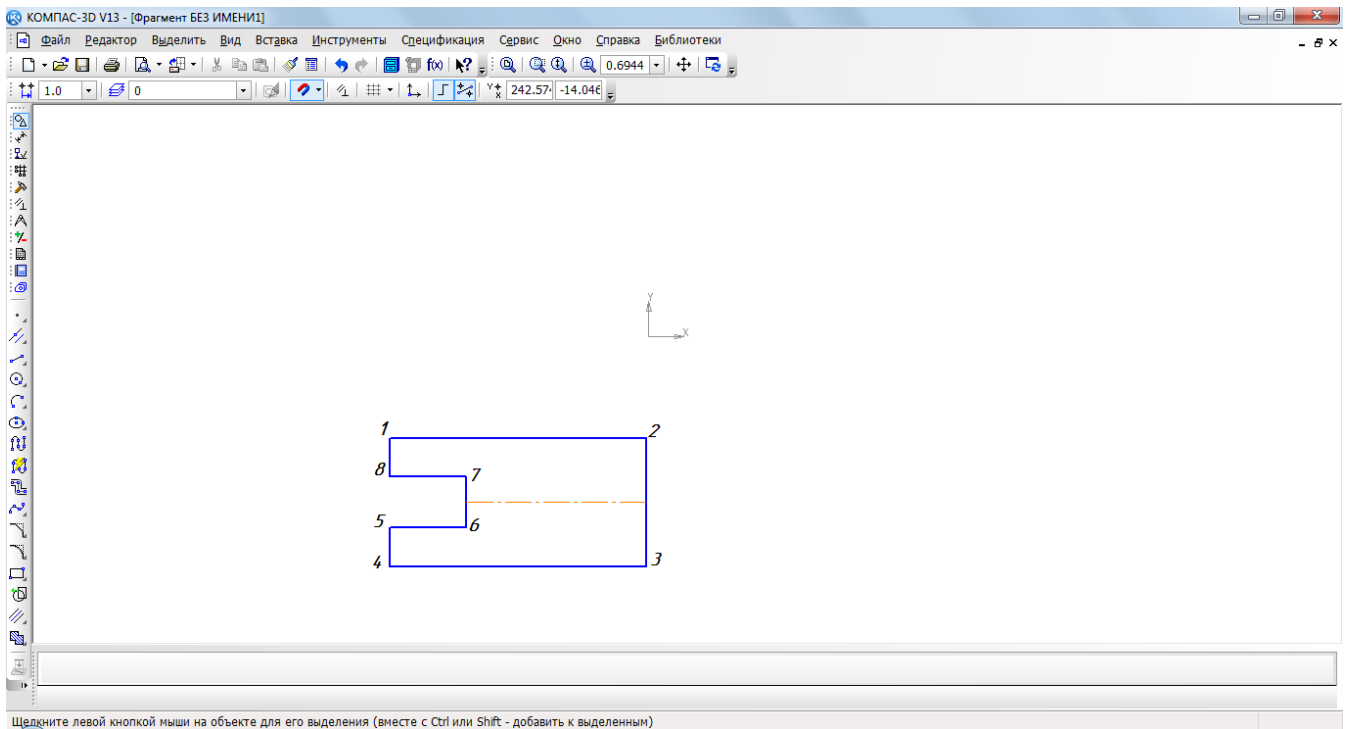

Рис. 3. Расположение вида сверху в окне документа
- с помощью – **Непрерывного ввода объекта** и – **Ортогонального черчения** постройте контур детали *сверху*, а расположите в левом нижнем углу, последовательно откладывая 100 мм, 50 мм, 100 мм, 15 мм ($((50 - 20) : 2 = 15)$), 30 мм, 20 мм, 30 мм, 15 мм (начиная с первой точки см. рис. 3);
- с помощью – **Отрезка** (замените стиль линии **Основная** на – **Осевую**) и – **Глобальной привязки Середина** постройте горизонтальную ось симметрии (рис. 3). Не забудьте изменить стиль линии обратно на **Основную**;
- аналогично построению виду сверху создайте контур основания, последовательно откладывая 100 мм, 50 мм, 100 мм, 15 мм $((50 - 20) : 2 = 15)$, 30 мм, 20 мм, 30 мм, 15 мм см. рис. 3 (начало координат в трехмерной модели совпадает с первой точкой);